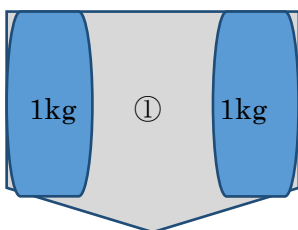
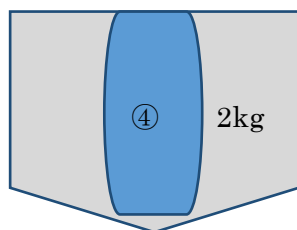

図1 ①の船
図2 ④の船
- ① 船底の横の長さ10cm、側面の長さ20cm、角度150°の船におもりを左右に1kgずつ（2kg）のせたとき（図1）。
- ② 船底の横の長さ10cm、側面の長さ20cm、角度120°の船におもりを左右に1kgずつのせたとき。
- ③ ①、②の船で左右に重りを500gずつ（1kg）のせたとき。
- ④ ①と同様の船を用いて、おもりを船の中心に2kgのせたとき（図2）。